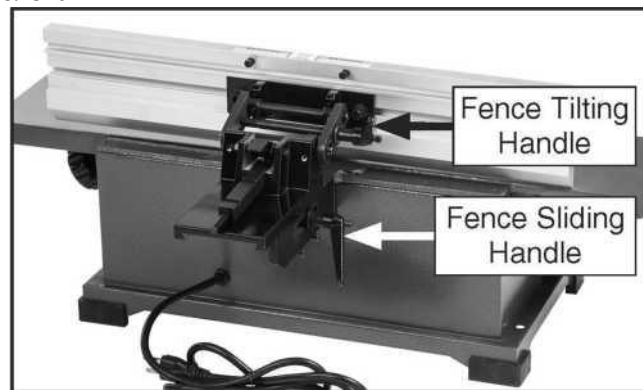

Рисунок 26. Обзор каретки параллельного упора.
2. Ослабьте ручку наклона параллельного упора (см. Рис. 26) и вдавите язычок ограничительной пластины вперед в задний паз ограничительного блока.